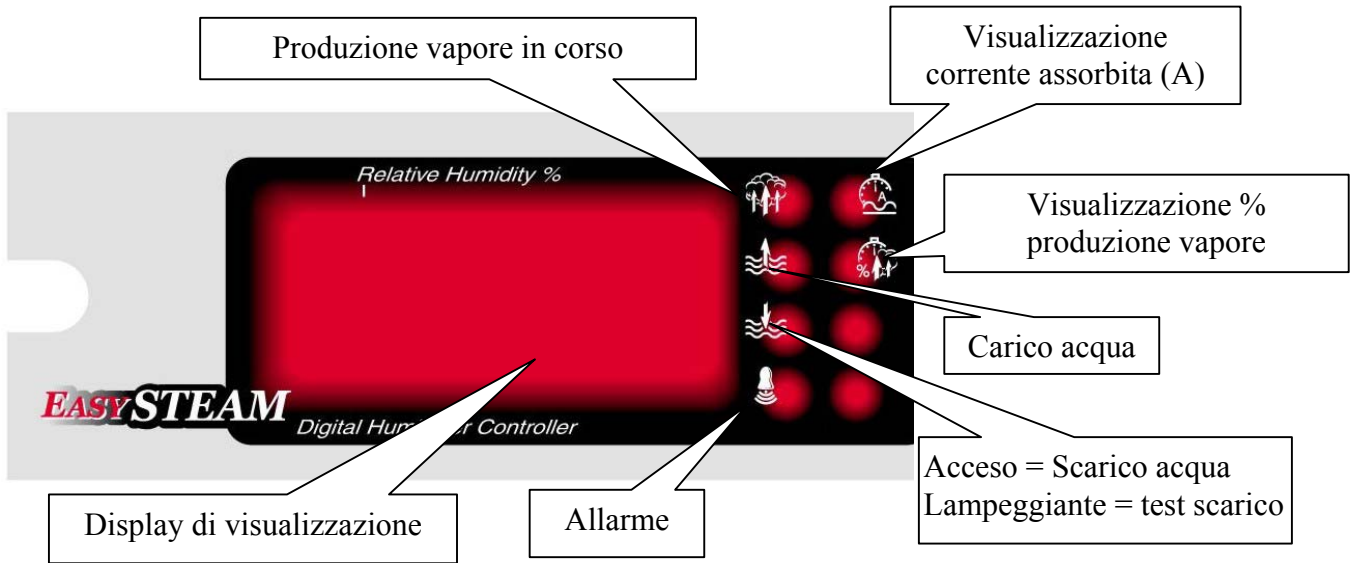
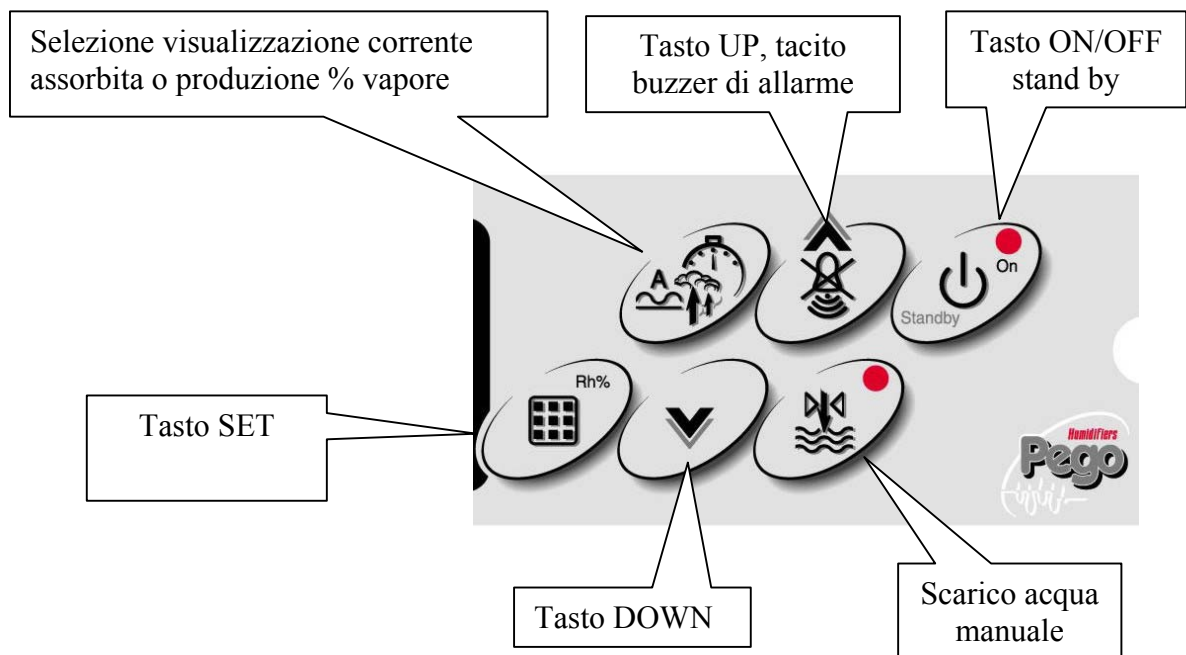

Fig. 25
Fig. 26
1. Il CONTROLLER SLIM è l'unità di controllo posta sulla parte frontale dell'umidificatore. E' composta da un display e 8 led per il controllo visivo delle grandezze (fig. 25) e 6 tasti per la scelta di visualizzazione e la modifica delle impostazioni (fig. 26).